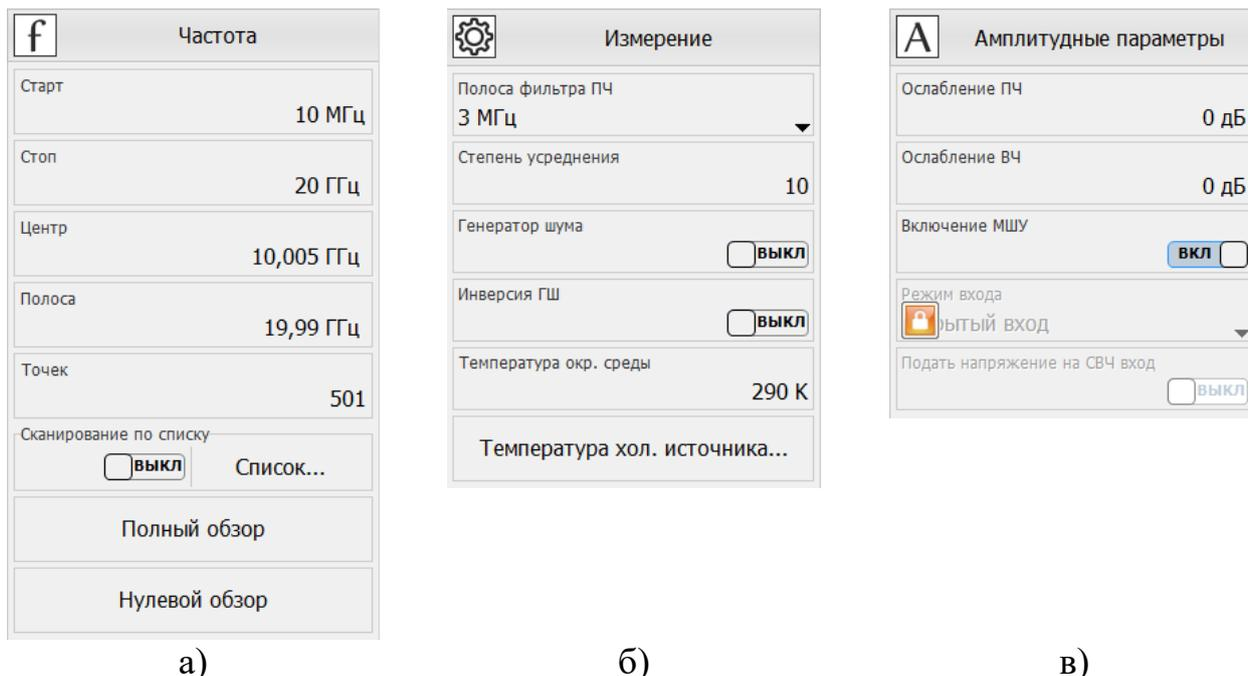

Рисунок 3.6 – Панели управления «Частота» (а), «Измерение» (б) и «Амплитудные параметры» (в) в режиме «Метод двух отсчётов ИКШ»
- установить нижнюю и верхнюю границы частотного диапазона измерений, либо задать список частот и включить «Сканирование по списку» (рисунок 3.6-а);
- на панели управления «Измерение» (рисунок 3.6-б) задать полосу фильтра ПЧ, степень усреднения и температуру окружающей среды (температура «горячего» источника или СН);
- на панели управления «Амплитудные параметры» (рисунок 3.6-в) установить ослабление ПЧ и ВЧ в случае, если входной сигнал имеет слишком большой уровень;
**i** *Можно запустить измерение без использования мастера измерения КШ, при этом включение и выключение ГШ (измерение мощности шума «горячего» и «холодного» источника, соответственно) осуществляется вручную на панели управление «Измерение» (рисунок 3.6-б), а трассы КП и КШ в каждом кадре рассчитываются автоматически.*